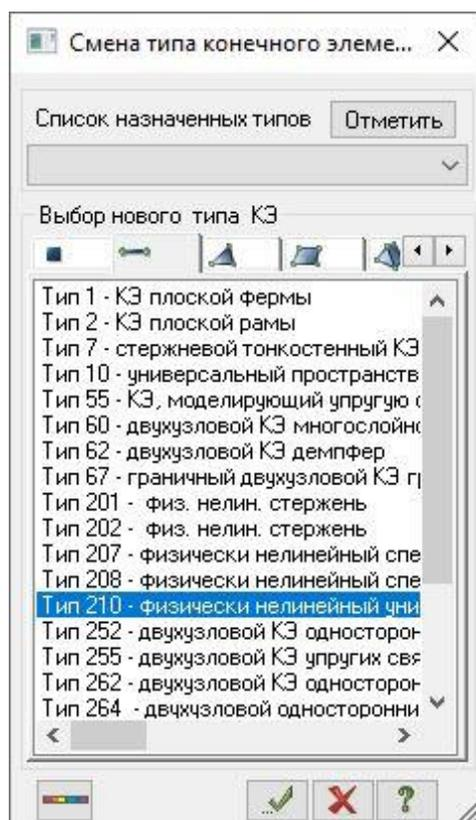

Рис.7.18. Диалоговое окно **Смена типа конечного элемента**
- Щелчком по кнопке  – **Смена типа КЭ** (панель **Схема** на вкладке **Расширенное редактирование**) вызовите диалоговое окно **Смена типа конечного элемента** (рис.7.18).